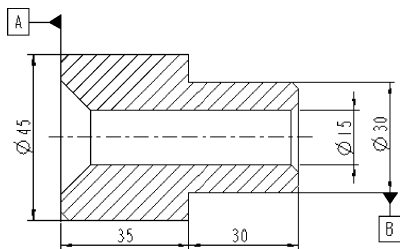

图 10-241 原工程图
(1) 打开文件“liti10-14. drw”,如图 10-241 所示。